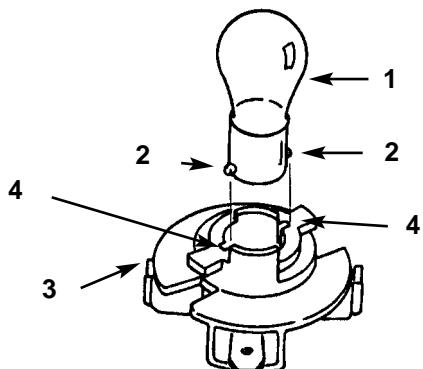

Fig. 35
1. Lo zoccolo della lampada è provvisto di spine metalliche. Allineate le spine con le guide nel portalampada, ed inserite lo zoccolo nel portalampada (Fig. 35). Spingete la lampada e giratela in senso orario fin quando non si ferma.
9. Con il bullone ed il galletto collegate il conduttore positivo (rosso) al polo positivo (+) della batteria (Fig. 35). Infilate la guaina di gomma sul polo della batteria.